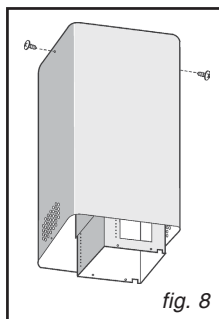
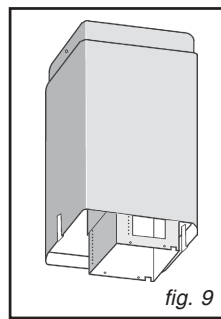
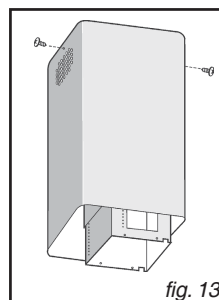

fig. 8
fig. 9
fig. 13
- Prenez le tuyau supérieur (celui ayant les ouvertures rondes) et enfiler-le sur la structure télescopique, les ouvertures vers le bas; fixez le tuyau sur l'étrier à l'aide de 2 vis (Fig.8). Prenez le tuyau inférieur et enfiler-le de la même manière que l'autre; faire-le coulisser vers le haut et bloquez-le dans cette position à l'aide d'un ruban adhésif (Fig.9).
- Prenez le tuyau supérieur (celui ayant les ouvertures rondes) et enfiler-le sur la structure télescopique, les ouvertures vers le haut; fixez le tuyau sur l'étrier à l'aide de 2 vis (Fig. 13). Prenez le tuyau inférieur et enfiler-le de la même manière que l'autre; faites-le coulisser vers le haut et bloquer-le dans cette position à l'aide d'un ruban adhésif (Fig. 9).